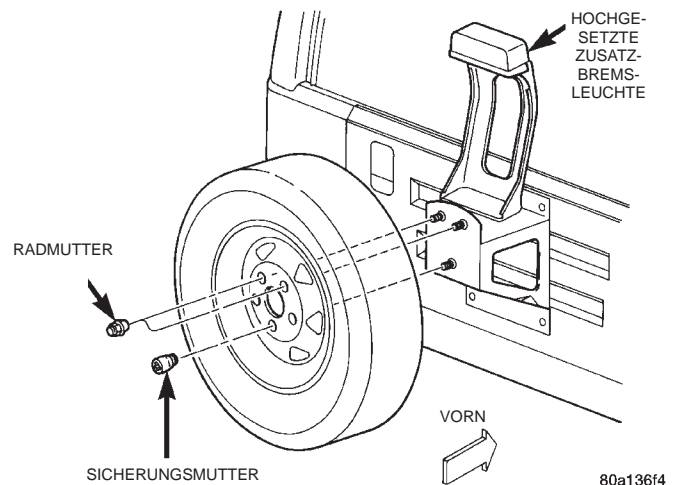

Abb. 78 Ersatzrad
(1) Ersatzrad von der Halterung abbauen (Abb. 78).